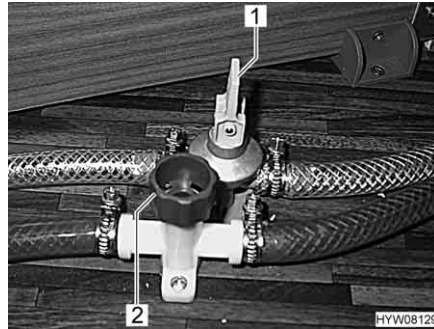

Fig. 128 Rubinetti di scarico
- Chiudere tutti i rubinetti di scarico per il boiler. Posizionare la leva a bilanciere (Fig. 128,1) orizzontalmente o ruotare il tappo (Fig. 128,2) in senso orario.
- Aprire tutti i rubinetti di scarico per il boiler. Posizionare la leva a bilanciere (Fig. 128,1) verticalmente o ruotare il tappo (Fig. 128,2) in senso antiorario.